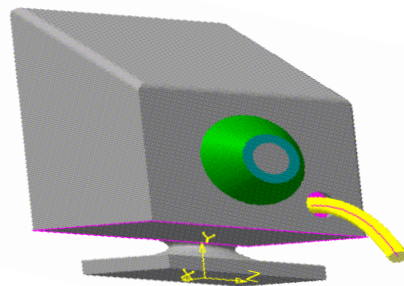

Рис. 39. Модель монитора с кабелем.
9. ***Операция – Вырезать выдавливанием***. На панели Свойств установить расстояние = 3 мм; подумайте и выберите направление выдавливания. Включить кнопку Поворот для предварительного просмотра, затем отключить Поворот. Закончить создание элемента. ***Получим экран монитора*** (рис. 39).